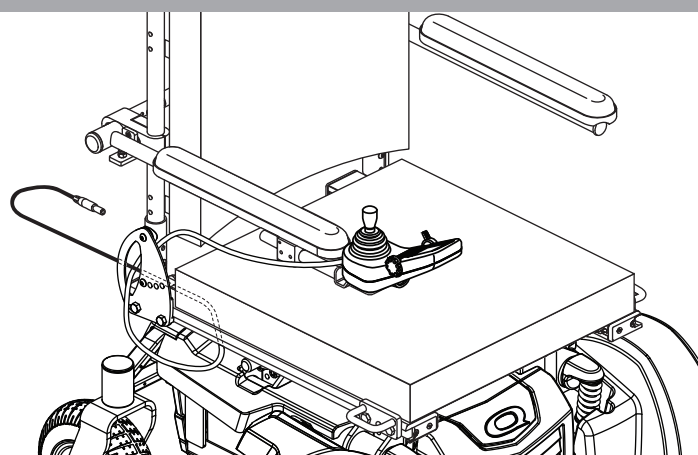

Figure 6. Câble sécurisé sur un siège Synergy
4. Installez le contrôleur et passez le câble vers l'arrière de la base motorisée. **Voir la figure 6 ou 7.**
6. Fixez le câble du contrôleur sous l'accoudoir avec des attaches pour fil. **Voir la figure 6 ou 7.**